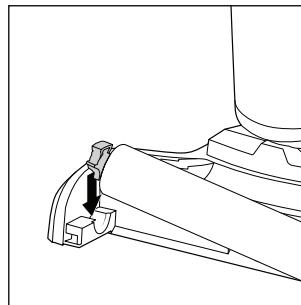

Fig. 40
- ◆ Poussez ensuite le support à gauche sur le rouleau brosse **6** dans l'ouverture sur le côté gauche de la tête de nettoyage **3**, jusqu'à ce que le rouleau brosse **6** s'enclenche audiblement (voir fig. 40).